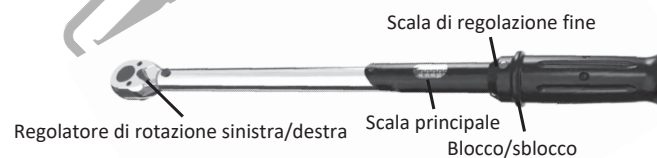

Fig. 1
- La chiave dinamometrica è ora impostata su 60 Nm (Fig. 1).